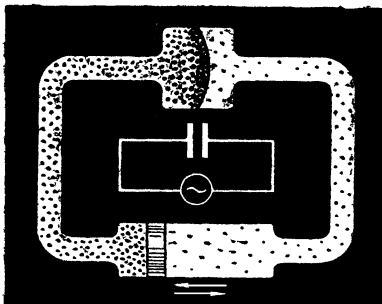

Рис. 12. Прохождение переменного тока через конденсатор.
**Л.** — Да — если имеется источник постоянного тока, нет — если используется генератор переменного тока. В нашем примере эта машина может быть представлена в виде поршня, движущегося взад и вперед (рис. 12).
Л. — Электрики даже говорят, что переменный ток проходит через конденсатор. Это вовсе не значит, что электроны проходят через диэлектрик (мембрану, см. рис. 12). Наличие конденсатора лишь не препятствует движению взад и вперед электронов, т. е. прохождению переменного тока в цепи.